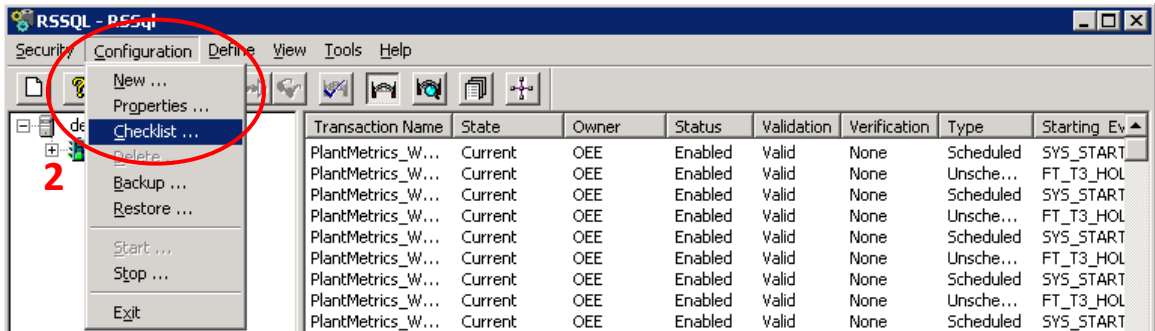

Imagen 77
2. - Una vez abierto el programa (Imagen 77), hacer clic en **Configuration→Checklist:**